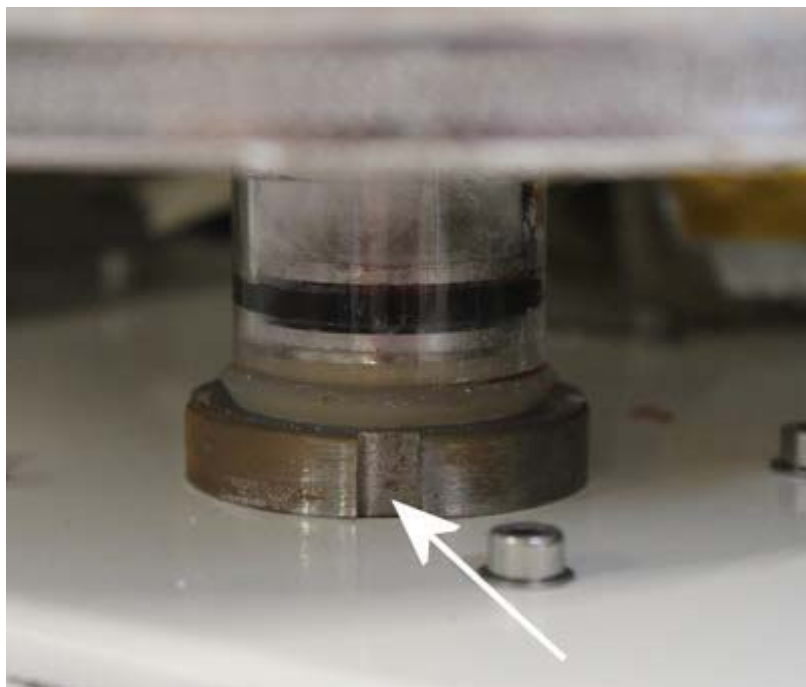

Figure 8-5
7. 使用钩扳手 (SN100399) 逆时针将螺母底部解除, 放松底部 O 形圈 (见图8-5)。然后从炉箱中取出反应管。在管的底部塞入约2厘米石英棉 (货号2CA10359)。填充氧化铜 (货号2SN20352) 约4厘米, 再填充1cm 石英羊毛。